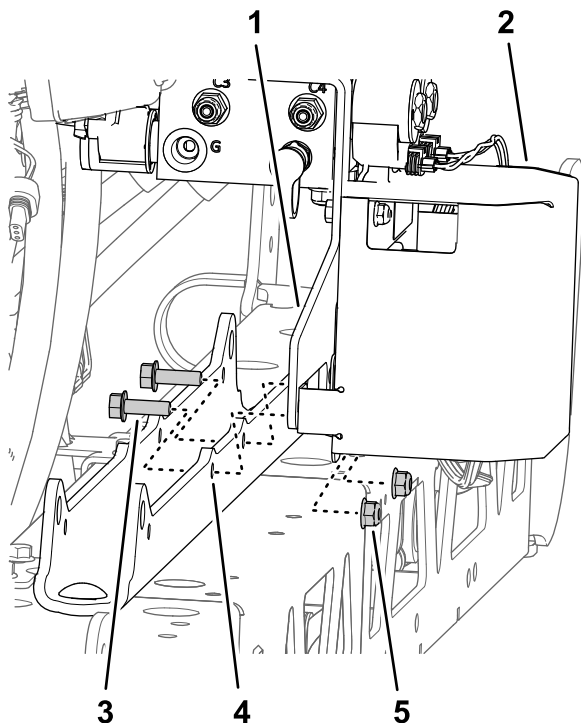

図 95
- B. サポートブラケットとTECブラケットをシリンダマウントに取り付ける 図 95 ステップ 1 センターブームからブーム昇降マニホールドを外す (ページ 21) で取り外したフランジヘッドボルト5/16 x 1 インチ2本とフランジロックナット5/16 インチを使用する。